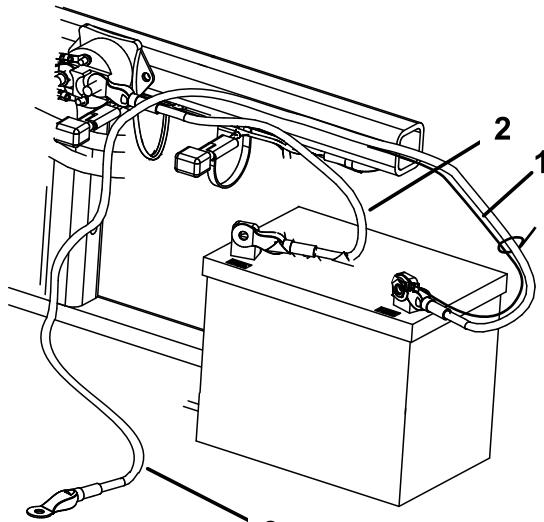

Bild 5
2. Befestigen Sie das Pluskabel (rot) mit einer 1/4- x 5/8 Zoll Schraube und einer Sicherungsmutter an der Plusklemme (+) (Bild 5).
3. Befestigen Sie den kleinen schwarzen Draht und das Minuskabel (schwarz) mit einer Schraube (1/4" x 5/8") und einer Sicherungsmutter (1/4") an der Minusklemme (-) der Batterie (Bild 5).